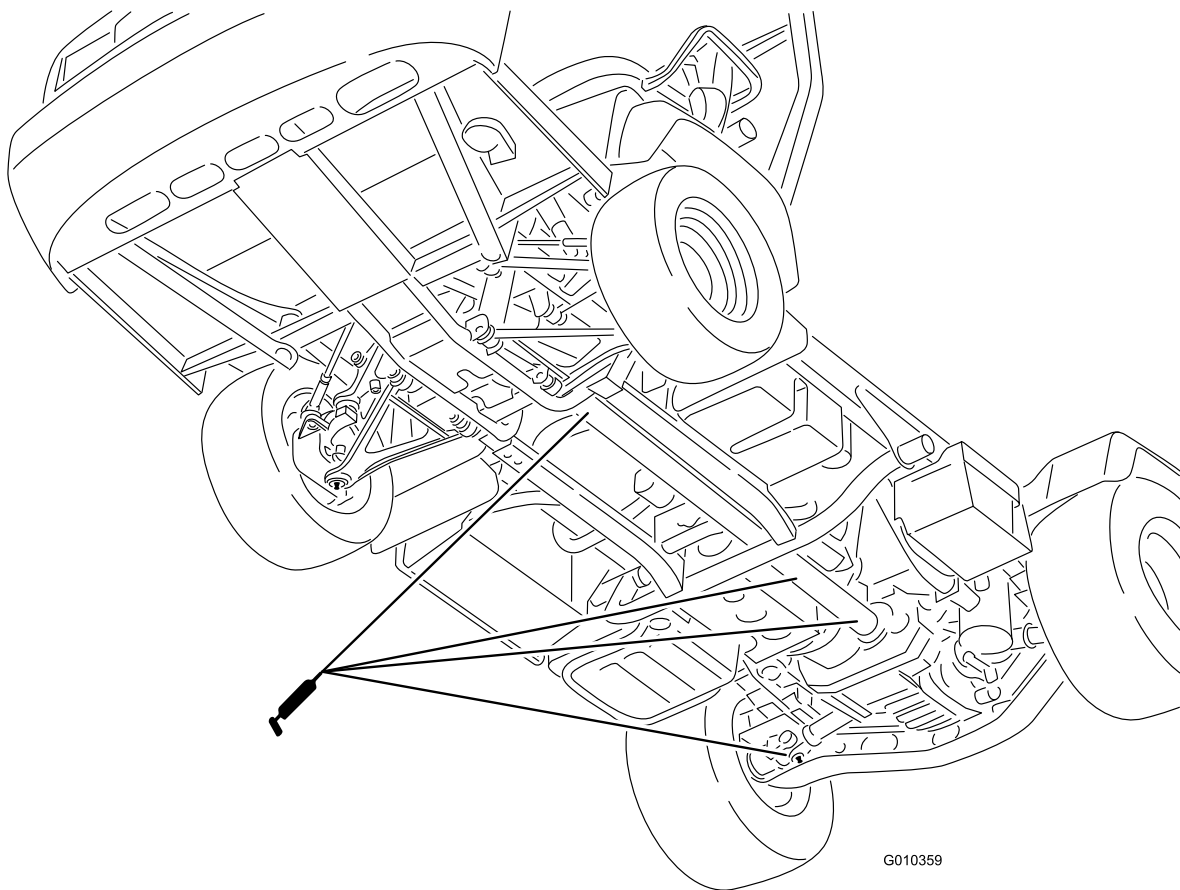

Figura 41
- Articulación en U (18) y árbol de la transmisión a 4 ruedas (3) (Figura 41)